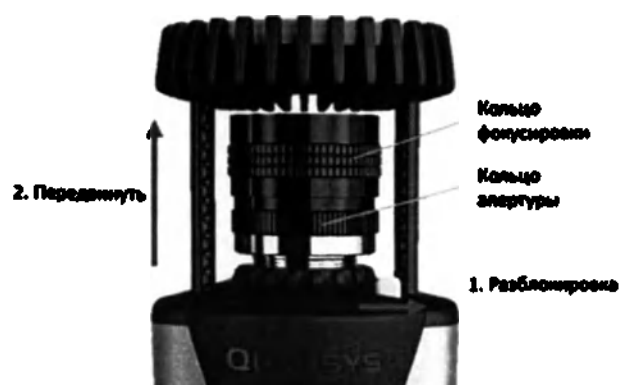

Рис. 45 Регулировка *Камеры Miqus*.
- Разблокируйте панель *Камеры* и откройте ее, двигая переднюю крышку вперед как показана на рисунке (Рис. 45).